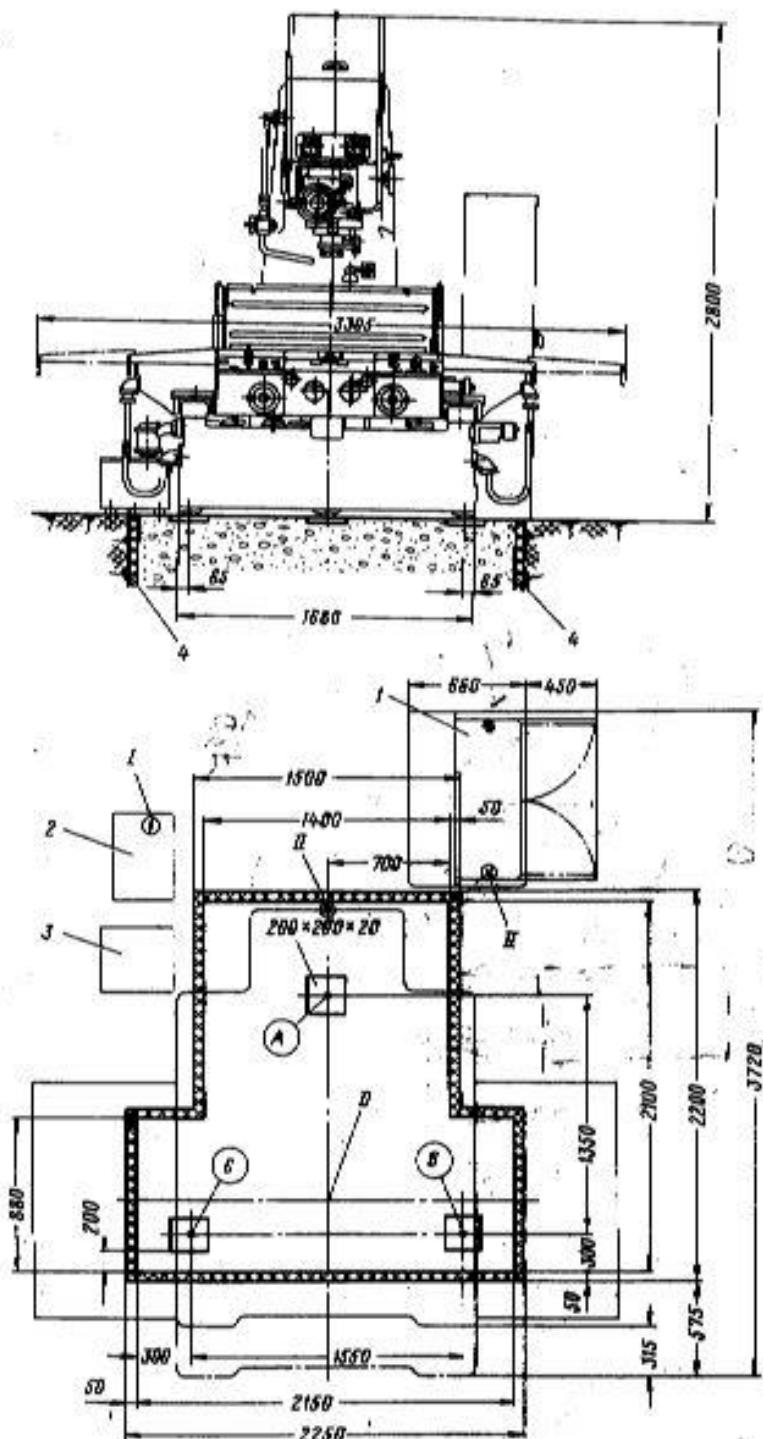

Рис. 3. План Фуккемакта:
20. Станки рекомендуется устанавливать только на отдельных массивных жестких железобетонных фундаментах, покоящихся на основном материале (рис.3). В местах А, Б, С необходимо уложить на один уровень и залить цементным раствором стальные плиты размером 200x200x20 мм. Общая нагрузка на три опоры равна 6500 кг с учетом веса издалии в 600 кг.
30. Шкаф с электроаппаратурой и преобразовательный агрегат, смонтированные на общей подставке, снять скрепления и расположить вдоль станка, как показано на рис.3. Затем следует отсоединить кронштейн от станка, а низу за станину закрыть крышки.